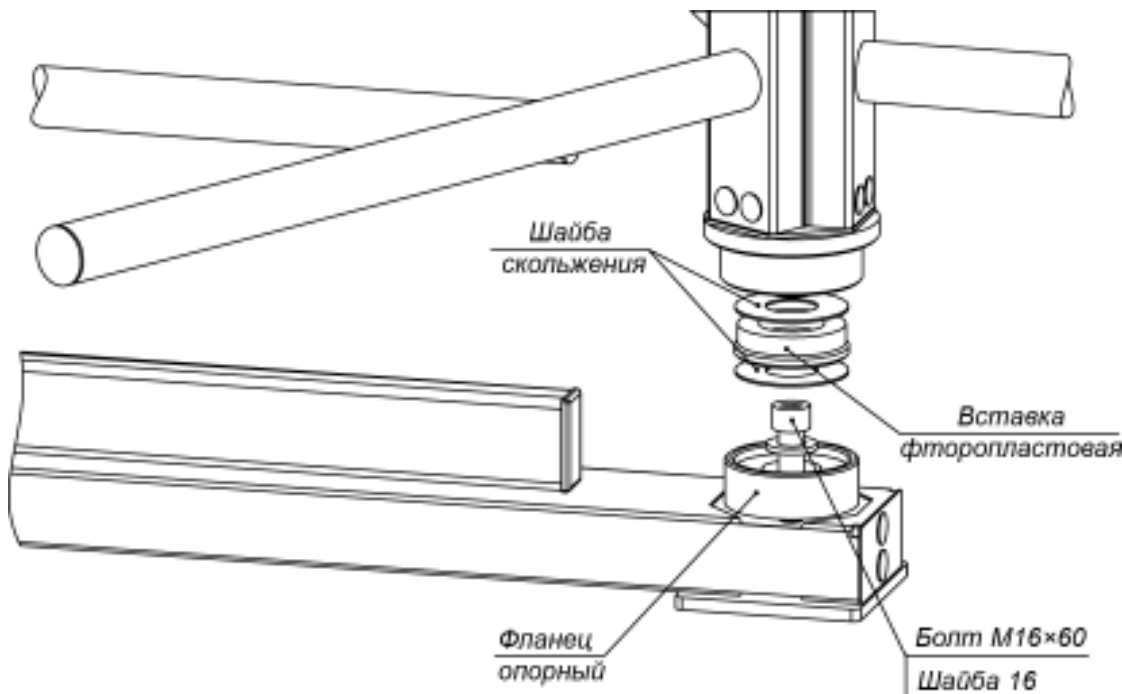

Рисунок 14. Нижний узел вращения ротора (3)
- В место установки нижнего узла вращения ротора вставьте фланец опорный узла вращения (см. рис. 14). Закрепите его и стойку с преграждающими планками на установочной поверхности анкерным болтом М16×60.
14. Распакуйте секции ротора (1) (ящик №2).
15. Произведите монтаж ротора (1) (работайте вдвоем!):
- Соберите нижний узел вращения (3) ротора в стойке с преграждающими планками (5) (см. рис. 14). Две шайбы скольжения и находящаяся между ними фторопластовая вставка должны лежать в узле без перекосов, опираясь на всю опорную поверхность, симметрично относительно оси ротора. При этом гладкие поверхности шайб скольжения должны быть ориентированы на вставку. Допускается применение на поверхностях скольжения смазки типа ШРУС-4.
- Установите секцию ротора с элементами крепления в нижний узел вращения (3): заведите ее с небольшим наклоном цилиндрическим хвостовиком в узел вращения и затем переведите секцию в вертикальное положение.